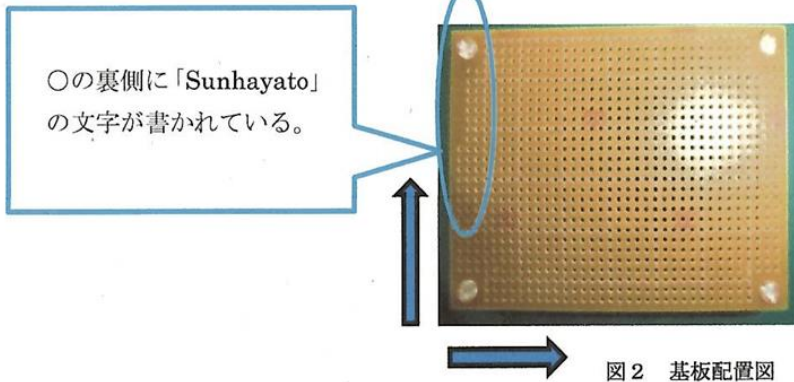

図2 基板配置図
- ① 部品は、図2基板配置図の表面および裏面をそれぞれ正面に見て、プリント基板へ水平又は垂直に取付けるものとし、曲がり、傾きの限度は1mm以下とする。
- ② 極性を有する部品は、回路図に従って取付ける。
- ③ 炭素皮膜抵抗器は、カラーコードが、下から上、左から右の方向（2.1の図2に示した矢印の方向）に読めるように取付ける。
- ④ トグルスイッチ及びセラミックコンデンサの取り付けは以下とする。